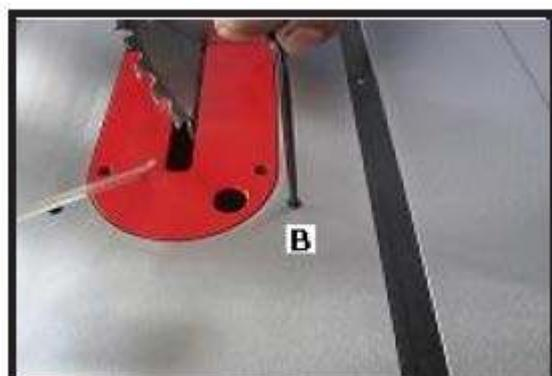

Рис. 30. Регулировка положения под углом 45° с помощью установочного винта
7. Если угол неверный, повернуть маховичок на один оборот против часовой стрелки. Ослабить установочный винт В, показанный на рис. 30. Поворачивать маховичок до установки дисковой пилы под углом 45° относительно стола. Затянуть установочный винт В до упора.